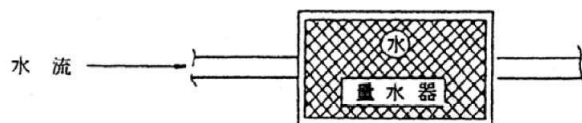

図 3.6.5 量水器筐の設置方向
- 9) 量水器筐の設置は、原則として、図 3.6.5 によること。